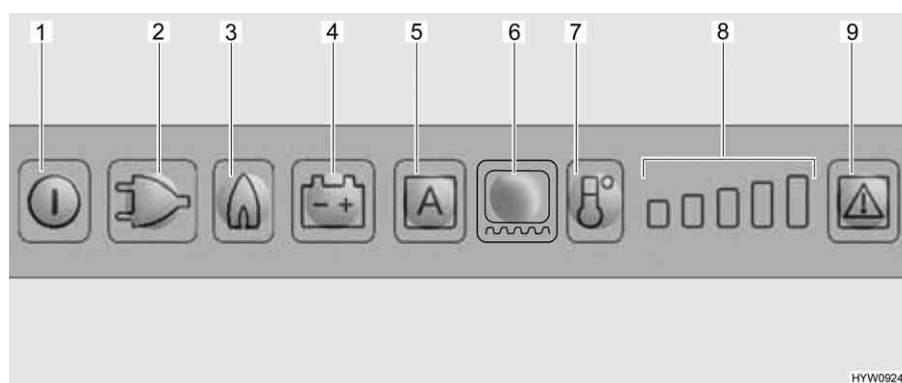

Fig. 150 Quadro comandi LED (frigorifero Dometic)
Selezionando il funzionamento a gas, il dispositivo di sicurezza si apre automaticamente, così che il gas possa fluire al bruciatore. Contemporaneamente si inserisce l'accenditore elettronico. Se la fiamma del gas si spegne, ad es. a causa di un colpo di vento, l'accenditore viene subito azionato riaccendendo il gas. In caso di guasto del funzionamento a gas, i tasti luminosi relativi a gas (Fig. 150,3) e guasto (Fig. 150,9) lampeggiano e viene emesso un segnale acustico per 20 secondi.
- Premere il tasto On/Off (Fig. 150,1) per circa 2 secondi. Il frigorifero si accende e viene visualizzato l'ultima modalità di funzionamento selezionata.
- Premere il tasto luminoso per il tipo di funzionamento desiderato (Fig. 150,2 - 4) o la modalità automatica "AES" (Fig. 150,5) (solo per versione AES).
- Regolare la temperatura di refrigerazione con il tasto di livello di refrigerazione (Fig. 150,7). L'indicazione del livello di refrigerazione (Fig. 150,8) mostra la regolazione sul termostato.
- Premere il tasto On/Off (Fig. 150,1) per circa 2 secondi.
Dopo l'accensione il frigorifero seleziona automaticamente la regolazione intermedia del termostato. Questa regolazione può essere modificata manualmente tramite il tasto del livello di refrigerazione (Fig. 150,7). Ci vogliono alcune ore prima che il frigorifero raggiunga la temperatura normale di esercizio. Quando si commuta a un'altra modalità di funzionamento, la regolazione sul termostato viene mantenuta.
- Accendere il riscaldamento del telaio per 2 ore: Premere una volta il tasto luminoso per il riscaldamento del telaio (Fig. 150,6). Sull'indicazione del livello di refrigerazione (Fig. 150,8) si accende una barra.
- Accendere il riscaldamento del telaio per 5 ore: Premere due volte il tasto luminoso per il riscaldamento del telaio (Fig. 150,6). Sull'indicazione del livello di refrigerazione (Fig. 150,8) si accendono due barre.
- Regolazione del riscaldamento del telaio ad esercizio continuo: Premere tre volte il tasto luminoso per il riscaldamento del telaio (Fig. 150,6). Sull'indicazione del livello di refrigerazione (Fig. 150,8) si accendono tre barre.
L'indicazione del livello di refrigerazione (Fig. 150,8) indica per alcuni secondi la durata di esercizio del riscaldamento del telaio.
In caso di guasto, il tasto luminoso Guasto (Fig. 150,9) lampeggia. Lampeggia inoltre uno dei tasti luminosi della modalità di funzionamento o l'indicazione del livello di refrigerazione. Viene emesso anche un segnale acustico. Per le note sulla visualizzazione degli errori e la loro eliminazione, vedi capitolo 14.
- ▷ Dopo aver eliminato un guasto del funzionamento a gas, premere il tasto luminoso Reset (Fig. 150,9).